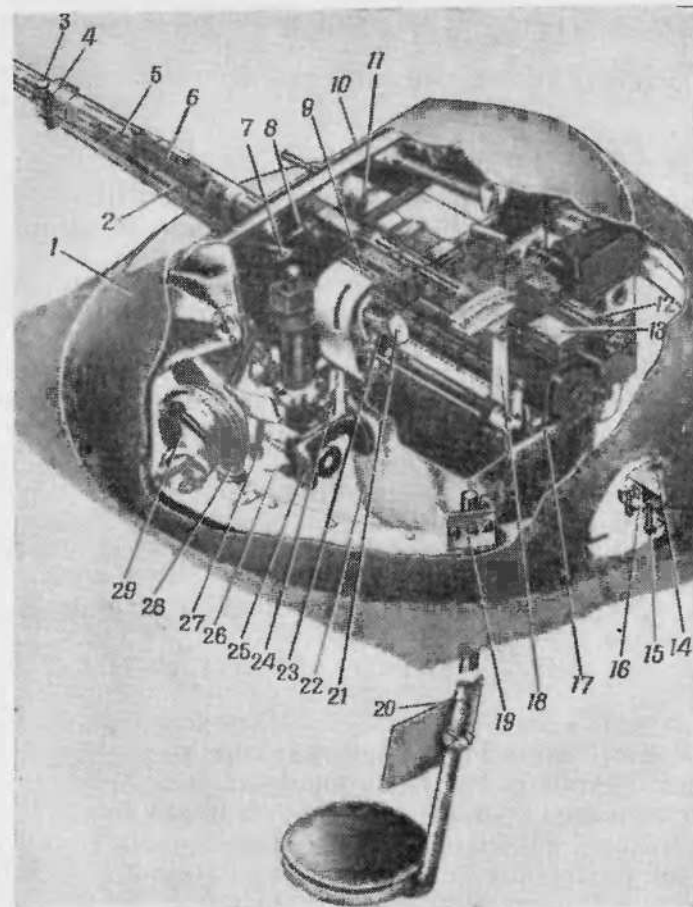

Рис. 87. Башенная установка спаренных пулеметов:
1. Снять люльку 17 (рис. 87) со стопора 18 по-походному.
1. Снять люльку со стопора 18 по-походному (рис. 87).
1. Поставить люльку 17 (рис. 87) на стопор 18 по-походному.